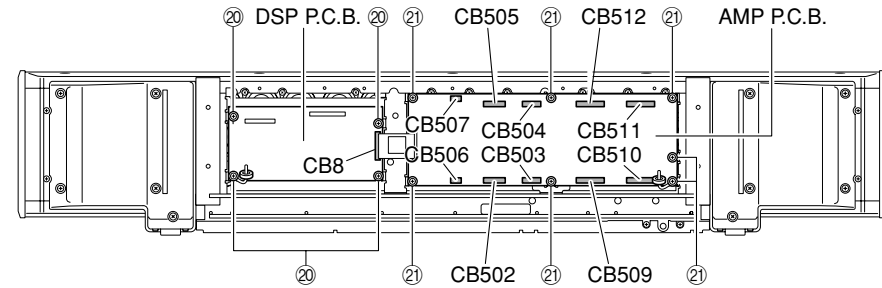

Fig. 8
- Remove 4 screws (20). (Fig. 8)
- Remove CB8. (Fig. 8)
- Remove the DSP P.C.B.. (Fig. 8)
- 20のネジ4本を外します。(Fig. 8)
- CB8を外します。(Fig. 8)
- DSP P.C.B.を取り外します。(Fig. 8)
- Remove 7 screws (21). (Fig. 8)
- Remove CB502-505 and CB509-512. (Fig. 8)
- Remove AMP P.C.B.. (Fig. 8)
- 21のネジ7本を外します。(Fig. 8)
- CB502~505、CB509~512を外します。(Fig. 8)
- AMP P.C.B.を取り外します。(Fig. 8)